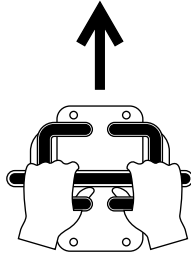

Bild 7
- Bewegen Sie beide Fahrtriebshebel nach vorne, um vorwärts zu fahren (Bild 7).